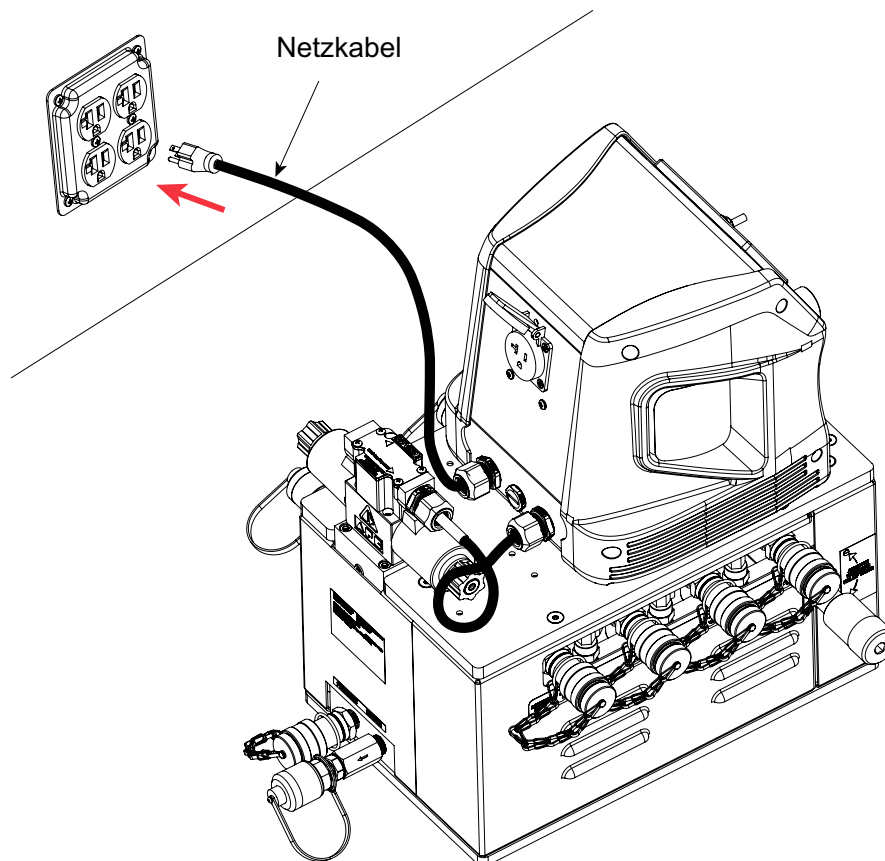

Abb. 9: Elektrischer Anschluss des eSync
- Suchen Sie das Netzkabel des eSync-Geräts. Es sollte einen Stecker am Ende haben, der zu der von Ihnen verwendeten Steckdose passt (siehe Abbildung 9).